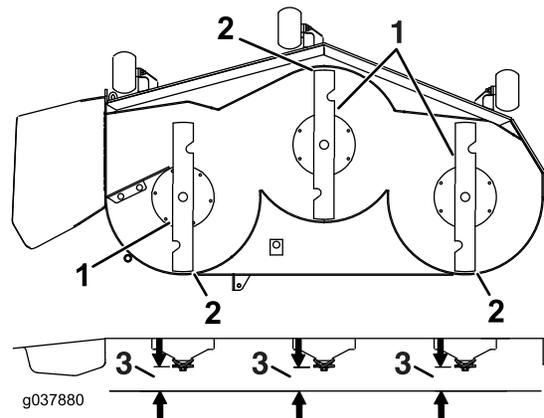

Bild 80
7. Prüfen Sie die Schnittmesserneigung in Längsrichtung (Bild 80). Stellen Sie sicher, dass die vordere Messerspitze niedriger als die hintere Messerspitze ist, wie in der Blockhöhen- und Rechentabelle angegeben. Wenn eine Einstellung erforderlich ist, fahren Sie mit diesem Schritt fort.